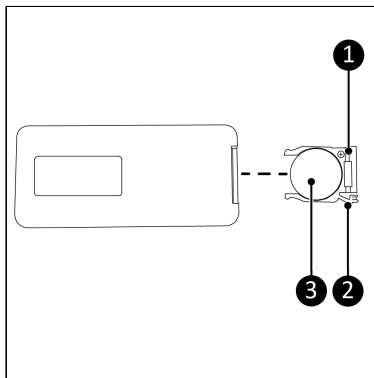

Figure 24.
1. Poussez la languette (Figure 24, pos. 2) du compartiment à pile (Figure 24, pos. 1) et retirez le compartiment à pile de la télécommande.
2. Retirez la pile usagée (Figure 24, pos. 3) du compartiment à pile.